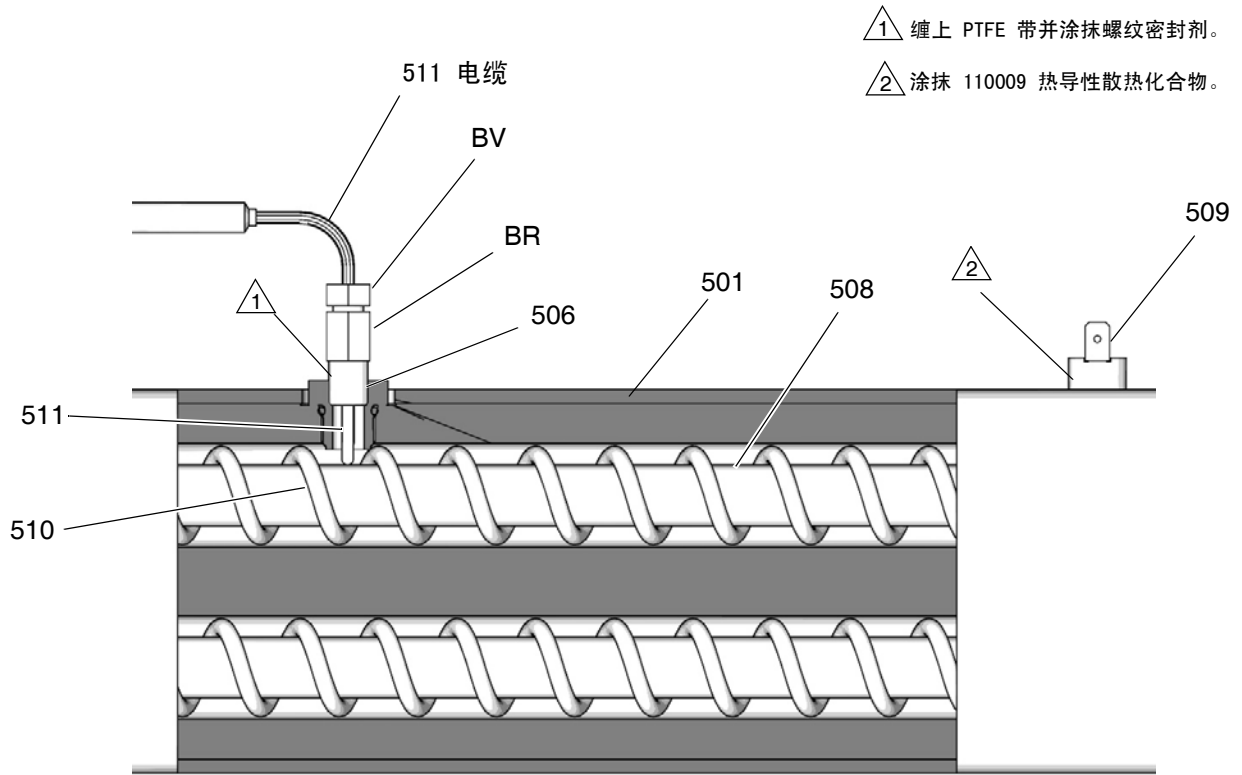

图 69: 热电偶
7. 请参见图 69。松开套圈螺母（BV）。从加热器外壳（501）中取出热电偶（511），然后卸下热电偶外套（BR）。除非还需要卸下搅拌器（510），否则不要拆下热电偶适配器（506）。如果必须卸下转换接头，则当更换转换接头时，要确保混合器（510）不挡道。
8. 更换热电偶。请参见图 69。